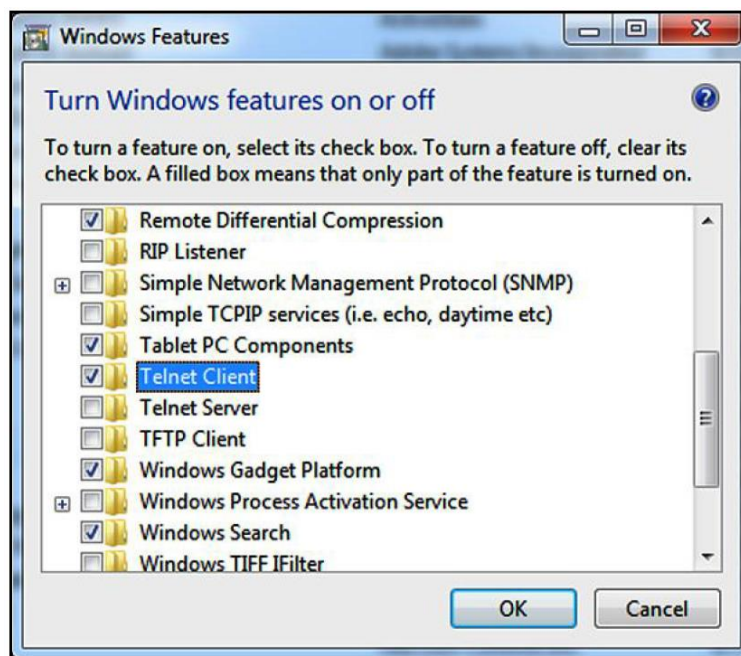

図 73 : 「Windows の機能」ダイアログボックス
4. 「Windows の機能」ダイアログボックス内で、Telnet Client チェックボックスにチェックを入れます（下の図 73 を参照）。